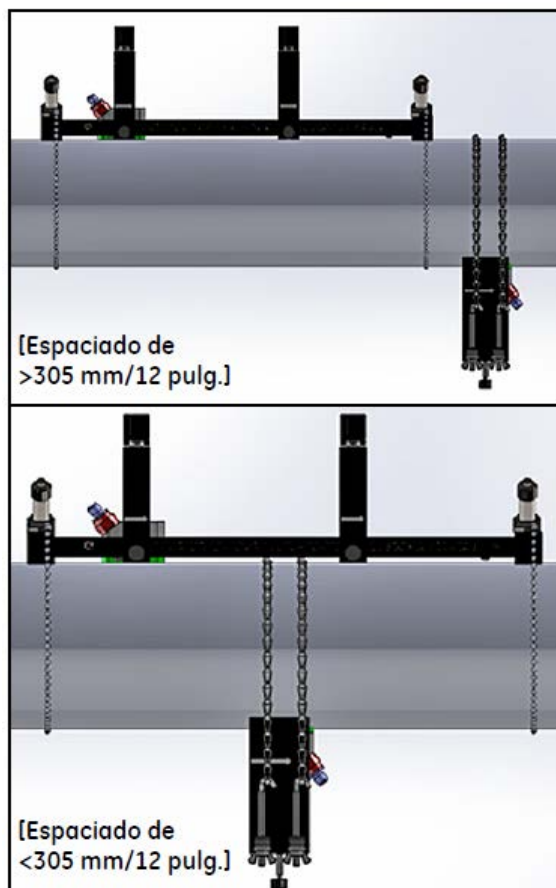

Figura 33: Instalación de avance impar finalizada (vista superior)
9. Apriete la rosca del yugo hasta que el transductor esté firmemente en contacto con la tubería. La instalación con avance impar terminada debería tener el aspecto de Figura 33 más abajo.